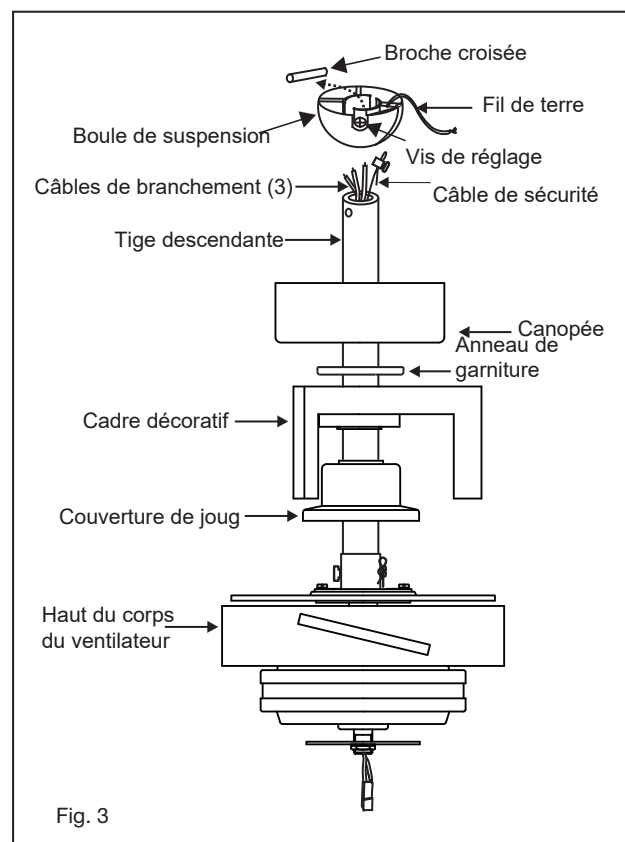

Fig. 3
- 1 Glissez le couvercle de joug, le cadre décoratif, l'anneau de garniture et la verrière sur la tige de descente. (Fig. 3)
Un flux d'air **VERS LE BAS** crée un effet de refroidissement comme illustré à la Figure 3. Cela vous permet de régler votre climatiseur sur un réglage plus chaud sans affecter votre confort.